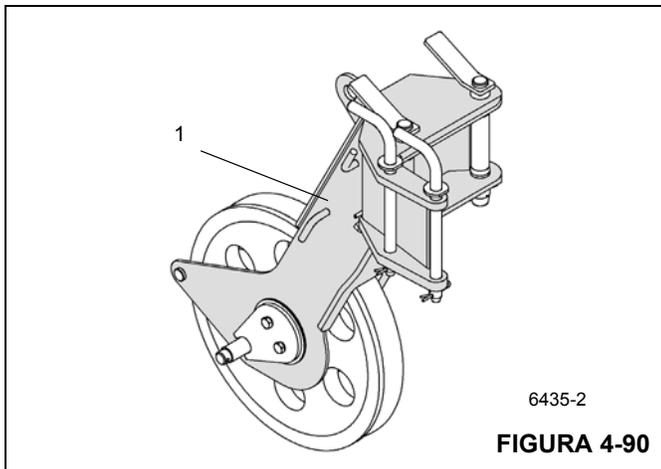

FIGURA 4-90
El número de serie (1) está en una placa, en la parte delantera de la punta de la pluma de polea única auxiliar (Figura 4-90).